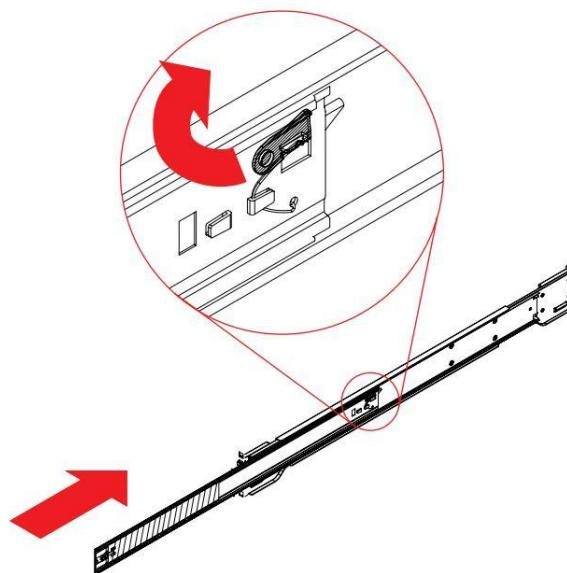

Рисунок 150. Фиксирующий стопор
2. Отпустите фиксирующий стопор (см. Рисунок 150) и сдвиньте средний рельс внутрь, чтобы его убрать.